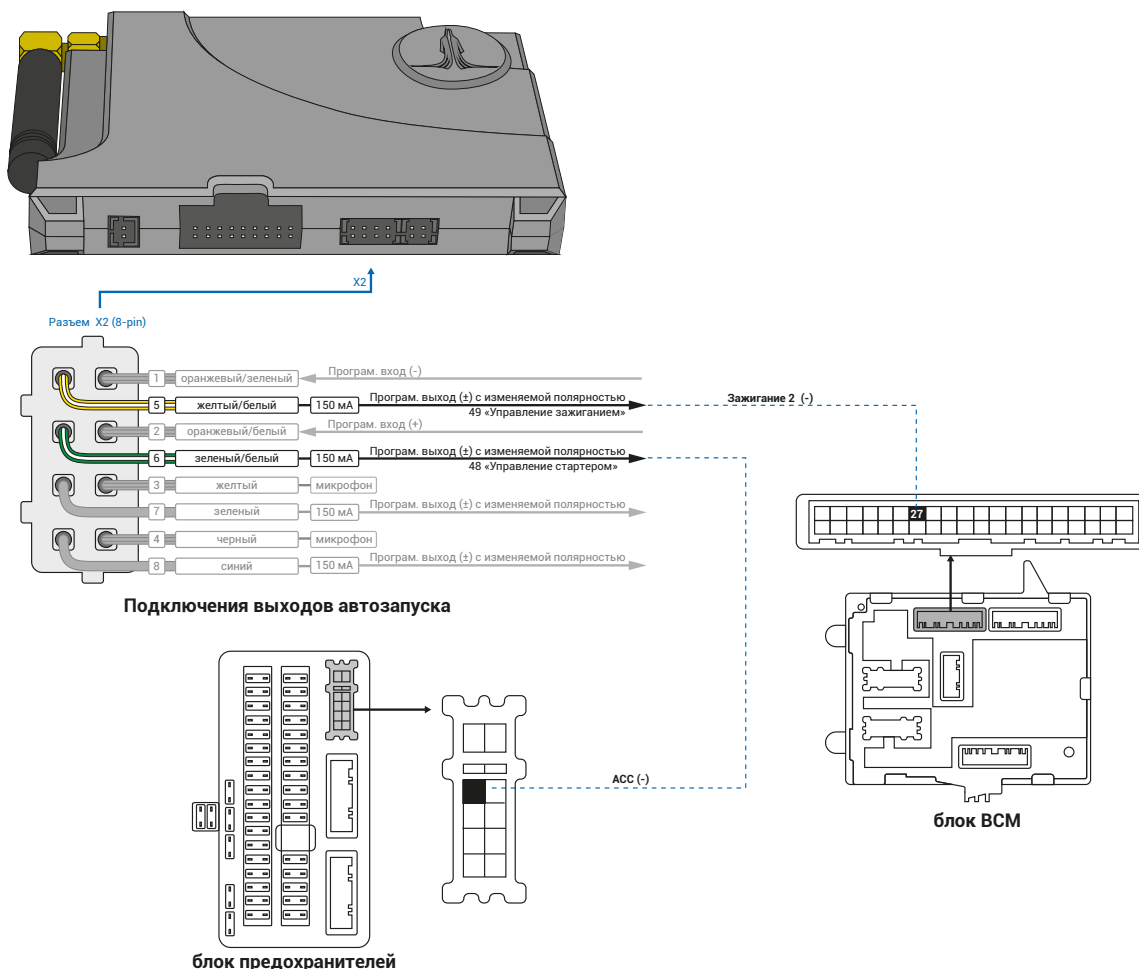

Рис.4 Схема подключения цепей автозапуска
2. Осуществите подключение цепей автозапуска. Подключение к автомобилю производится у блока VCM слева от руля и блока предохранителей с левой стороны торпеды (см. рис.2-4). На выходы необходимо назначить функции 48 «Управление стартером» и 49 «Управление зажиганием» подробную схему подключения (см. рис. 4).